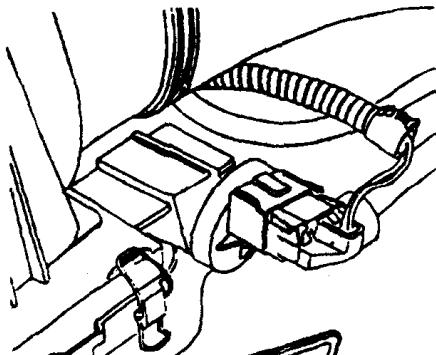

图 1-13 拔下活性炭罐电磁阀的电线接头
(12) 拔下活性炭罐电磁阀（ACF 阀）的电线接头，如图 1-13 所示。